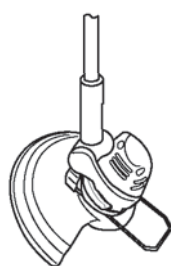

Fig. 19
- > Mettez la tête de coupe sur le cran souhaité: à 0° pour de la pelouse sur sol plat (fig. 18) et à 90° ou 180° pour de la pelouse située près des murs et sur les bordures (Fig. 19 et 20).